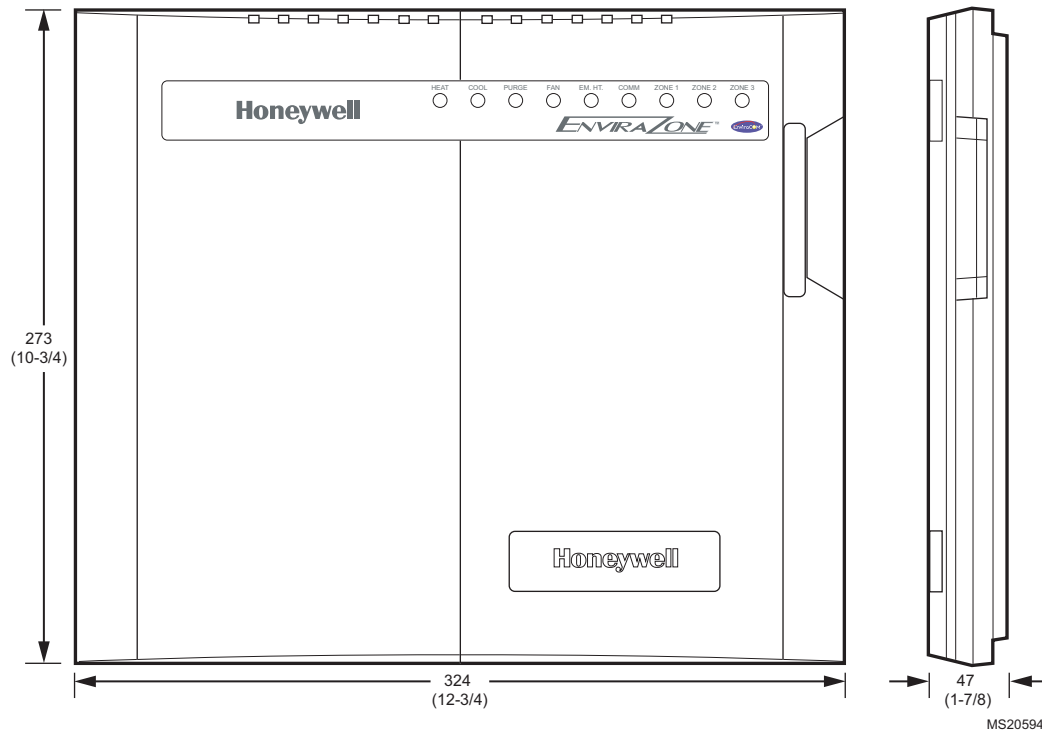

Fig. 1. Dimensiones del W8835 en pulgadas (mm).
**Dimensiones:** 12 3/4 in de ancho x 10 3/4 in de alto x 1 7/8 in de profundidad. Vea la Fig. 1.